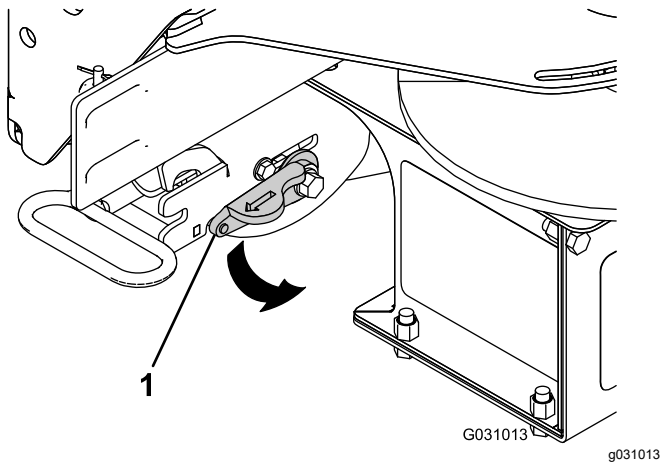

Bild 20
2. Drehen Sie den Sicherungshebel an der RT3-Halterung zum Verriegeln in die Position Lock (Bild 20).